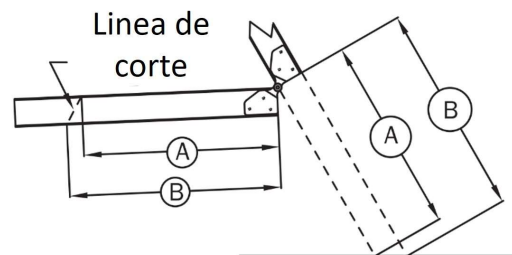

FIGURA 28 CORTE DE LARGUEROS
W. Instalador #1: Mida las distancias desde la sección media hasta el piso, para las longitudes A y B (ver **Figura 28**) y complete la **Tabla 4**. Reste 3/4" de cada medida y registre los resultados en la fila "Longitud de corte de larguero".